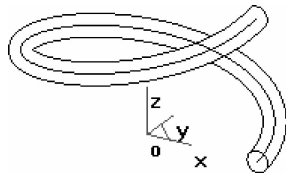

图 3-33 固接导动
(2) 固接导动。固接导动是指在导动过程中，截面线和导动线保持固接关系，即让截面线平面与导动线的切矢方向保持相对角度不变，而且截面线在自身相对坐标架中的位置关系保持不变，截面线沿导动线变化的趋势导动生成导动增料特征实体，如图 3-33 所示。